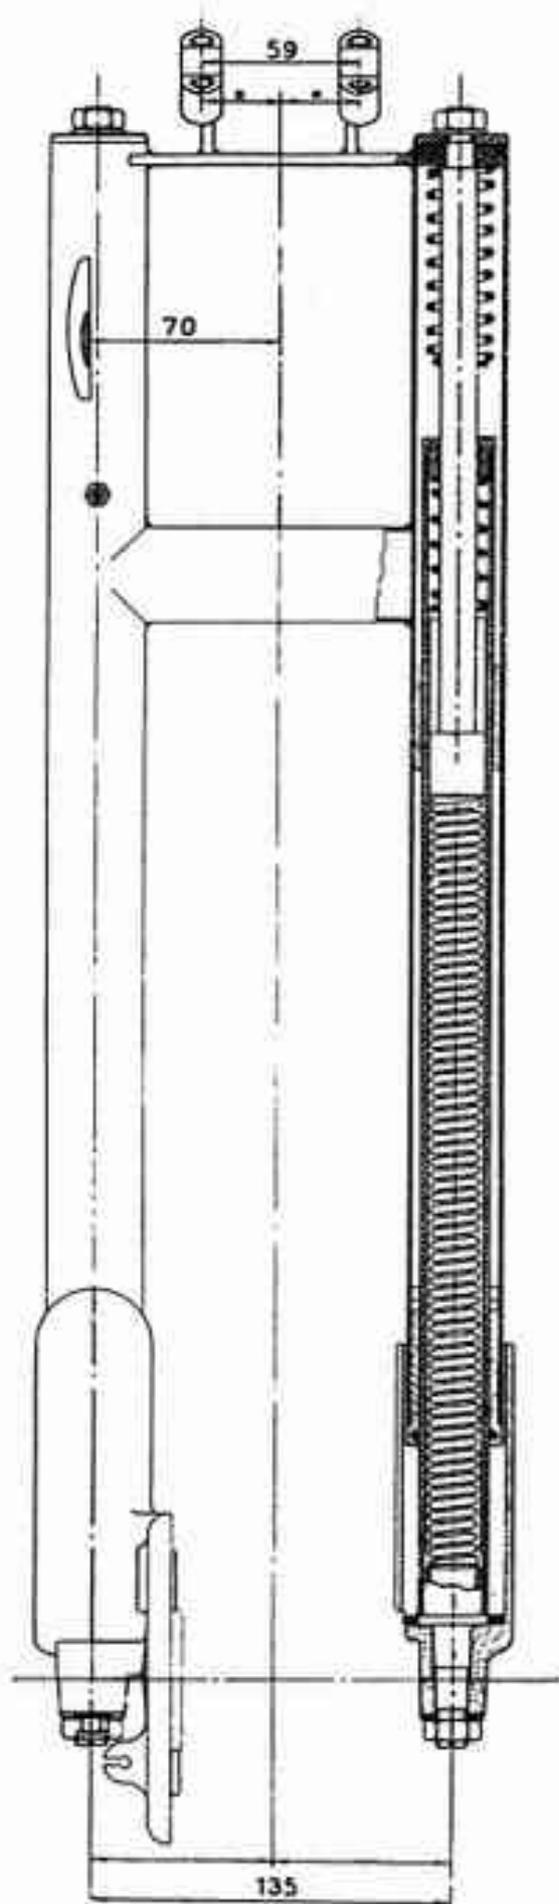

Fig. 28 - Come si presenta la forcella telescopica
*Verificare* le misure delle mezzarie dei tubi e delle orecchie d'attacco (vedere fig. 28).